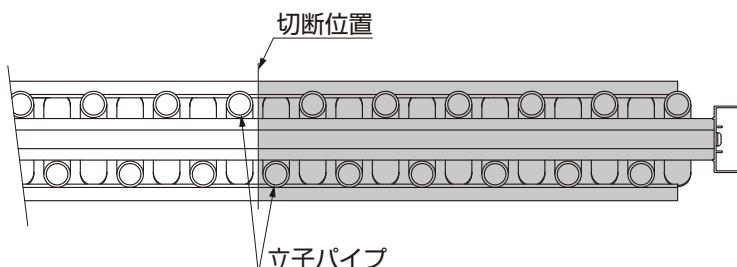

図3-2
- 切断位置は立子パイプと立子パイプの谷間を切断すると、立子パイプと側枠の隙間がなく、きれいに仕上がります。(図3-2参照)